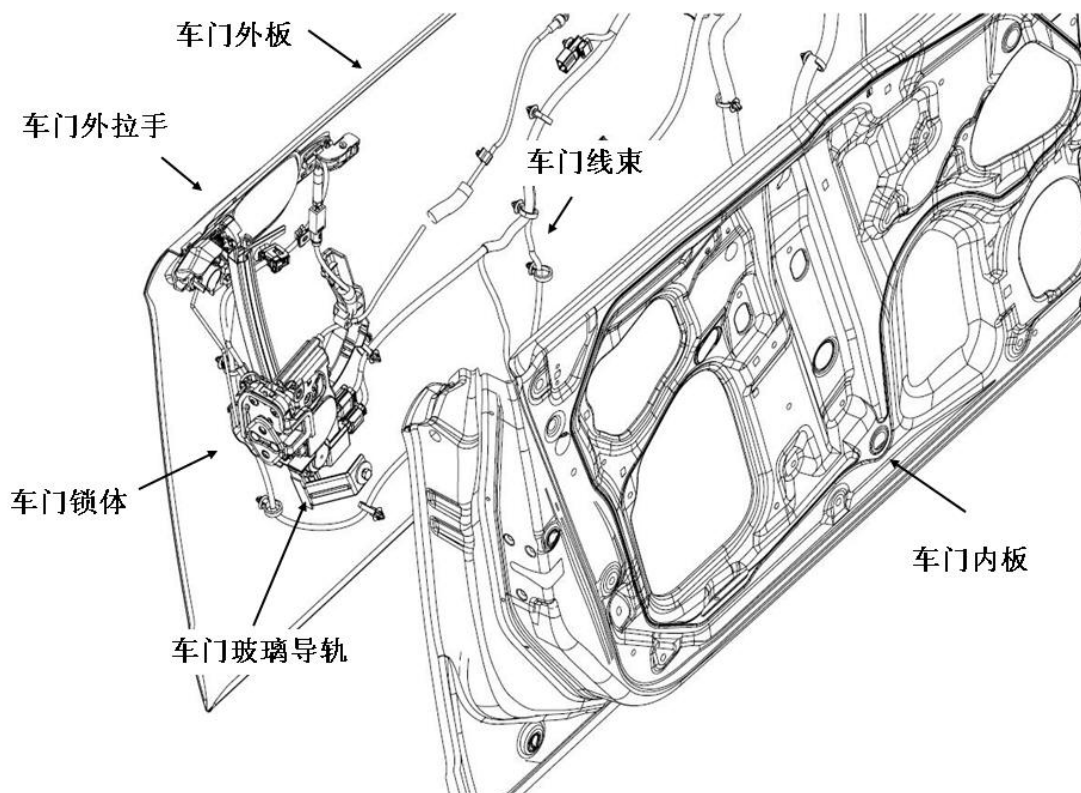

图 4-1-2-1 左前门锁体周边
参照图 4-1-2-1 和 4-1-2-2，按照以下步骤完成左前门锁的拆卸：
- ① 拆下如图 4-1-2-2 所示位置的螺钉和螺栓，需要的话要先拆下相应的贴片和堵盖；
- ② 拆下与锁体及外拉手连接的线束接插件及相应的卡扣；
- ③ 扯下玻璃导轨里的玻璃泥槽，拆下玻璃导轨；
- ④ 透过贴片孔拆下外把手上的两个螺栓（左前门为 3 个），取下外把手的前后护板，拔掉拉杆上的塑料衬套；
- ⑤ 通过车门内外板上的过孔将锁体和外把手取出。